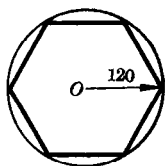

图 1-2
(1) 以 120mm 为半径作圆。以半径长在圆周上顺次截取六点, 连接相邻两点, 即得底面正六边形(图 1-2)。